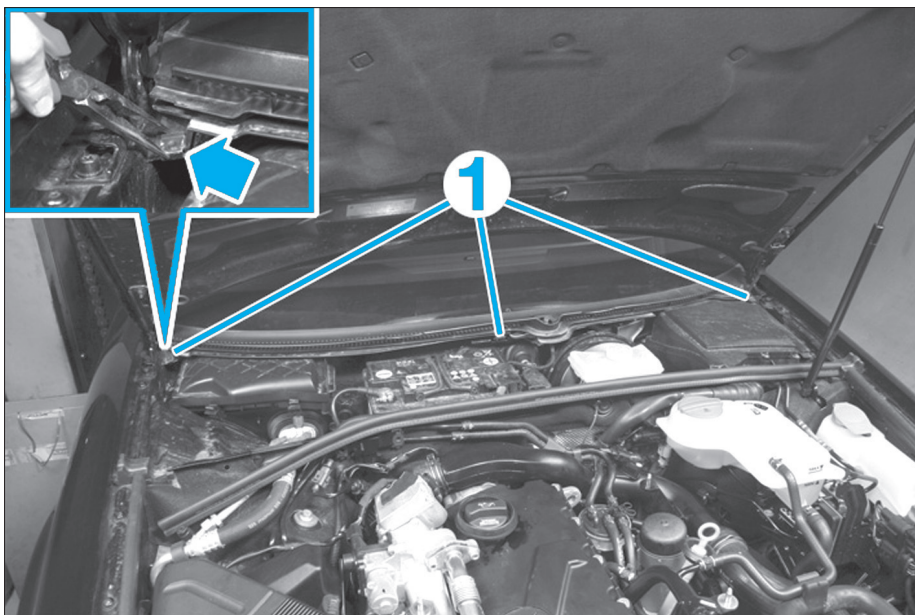

Fig. 44
• Déposer les agrafes de fixation (1) (Fig.44) de la grille d'auvent.